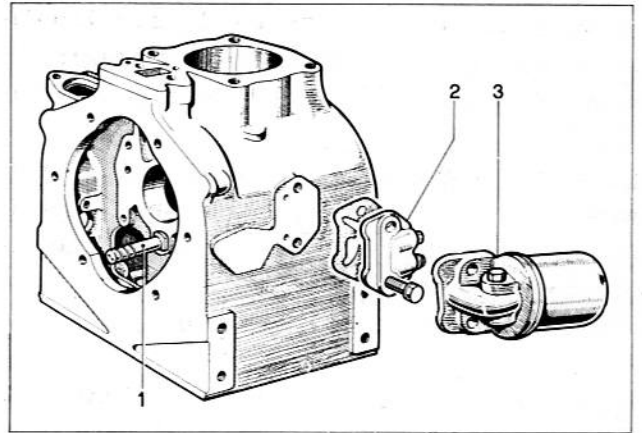

Fig. 56
- Monter l'axe de l'engrenage du régulateur (1) sur le bâti. Serrer de l'intérieur l'écrou de blocage à 4 Kgm (LDA 91-96-97-100-820-L10-L14), 3,5 Kgm (LDA 75-80-450-451-510-L6-L8) (fig. 56).
- Raccorder le filtre à huile, s'il est prévue (3) ou obturer les orifices avec flasque et vis (2).